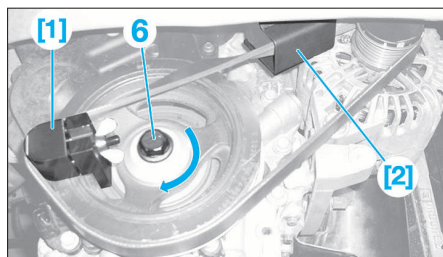

FIG. 25
• Tourner dans le sens horaire la poulie de vilebrequin afin de monter la courroie (Fig.25).